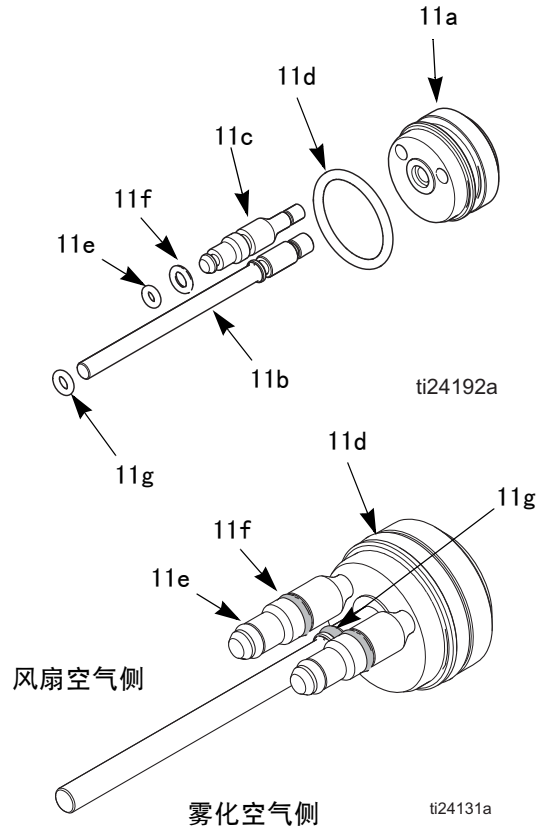

图 22. 活塞 O 形圈
6. 检查 O 形圈（11d、11e、11f、11g）是否损坏。请参见表 3 和图 22。